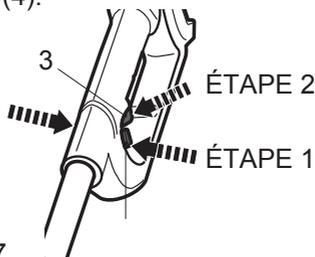

Fig. 17
- > Appuyez sur les boutons de déverrouillage (4) situés de part et d'autre de la poignée et maintenez-les enfoncés (fig. 17, ÉTAPE 1.).
- > Appuyez sur le bouton marche/arrêt (3) pour allumer l'appareil (fig. 17, ÉTAPE 2). Vous pouvez maintenant relâcher les boutons de déverrouillage (4).